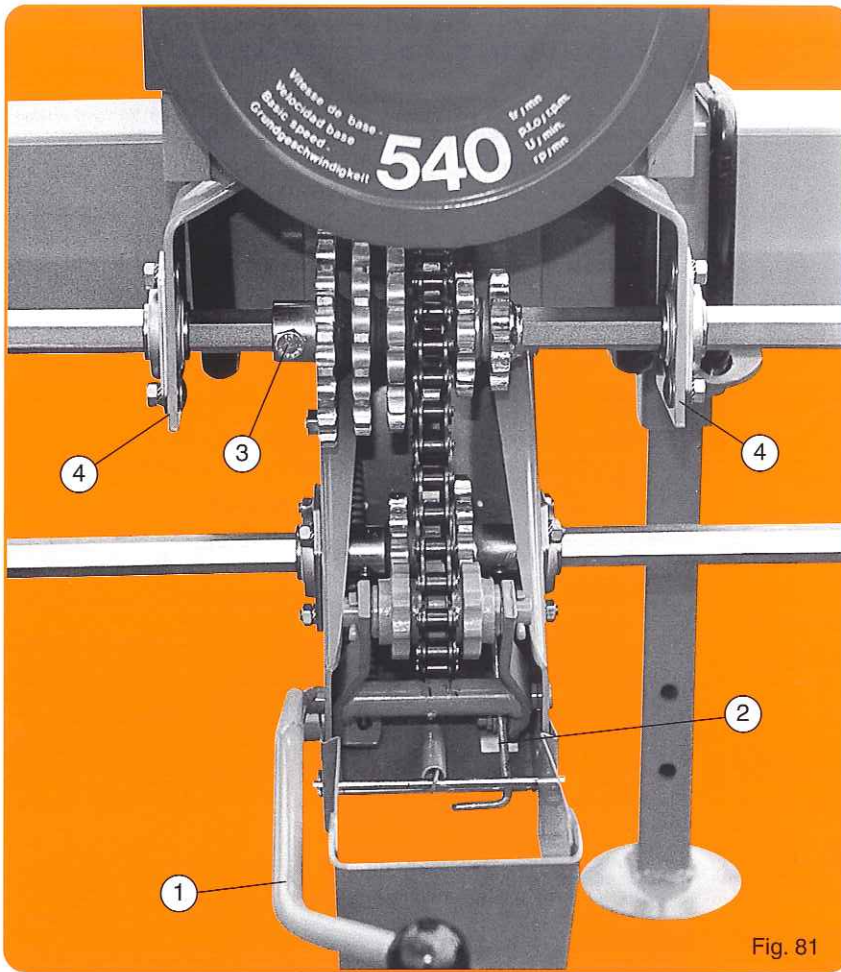

Fig. 81
- Montage normal (fig. 81) pour semoir à nombre de rangs pair et inter-rangs supérieur à 45 cm.
- Montaje normal (fig. 81) para sembradora con número par de filas y distancia entre hileras superior a 45 cm.
- Normal assembly (fig. 81) for planters with an even number of rows and inter-row spacing over 45 cm (18").